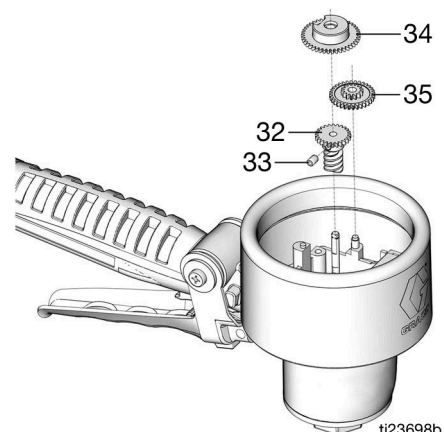

FIG. 21
2. Installare gli ingranaggi (32, 34, 35) come illustrato in FIG. 21. Utilizzare una chiave esagonale da 2 mm per stringere la vite di fissaggio degli ingranaggi (33).